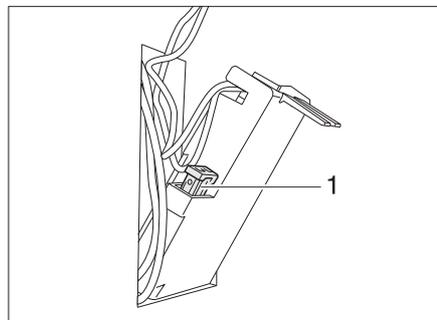

Bild 188 Sicherung der Thetford-Toilette
- Die Sicherung (Bild 188,1) wechseln.